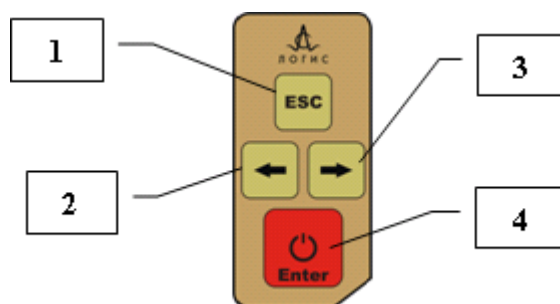

Рисунок.5.1 Панель управления бетоноскопа
2. Включить питание прибора нажав, кнопку «**Enter**» на панели управления (Рис.5.1, поз.4). В течение 10-15 секунд происходит тестирование программного обеспечения прибора, далее на экране моноблока появляется окно (Рис.5,2), содержащее «Главное меню»
3. Выбор опций меню осуществляется кнопками «←» (Рис.5.1, поз.2), «→» (Рис.5.1, поз.3). Выбранная опция активизируется нажатием кнопки «**Enter**», после изменения параметра опции выход в меню выполняется нажатием кнопки «**Esc**».
4. Включить режим зондирования прибора для чего выбрать в Главном меню опцию «Поиск» и нажать кнопку «Enter» (Рис.5.1) на панели управления. При первичном включении прибора зондирование будет производиться с заводскими настройками. После установки пользователем измененных параметров зондирования, зондирование будет производиться с установленными пользователем параметрами.
В процессе зондирования в приборе предусмотрена возможность установки меток на радарограмме, метки устанавливаются кратковременным нажатием кнопки «**Enter**» на панели управления (Рис.5.1).